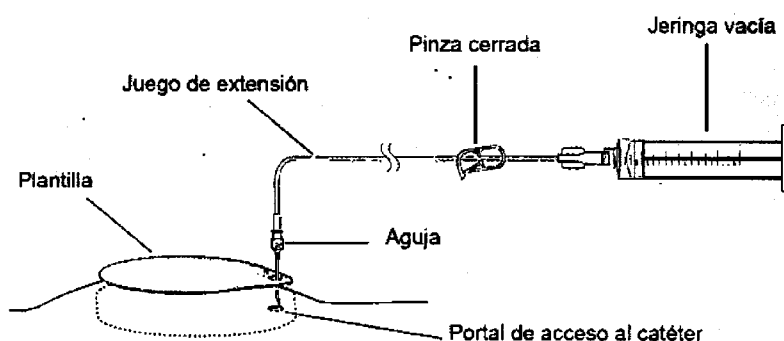

Figura 1. Cierre la pinza e inserte la aguja en el puerto o portal de acceso al catéter.
1. Utilizando procedimientos asépticos, conecte la aguja, el juego de extensión y la jeringa vacía (Figura 1).
2. Cierre la pinza e inserte suavemente la aguja en el puerto de acceso al catéter hasta que la aguja alcance el tope (Figura 1).